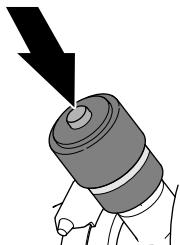

Figure 115
1. Si une bande rouge est visible dans l'indicateur de colmatage, appuyez sur le bouton de réinitialisation au bout de l'indicateur (Figure 115).